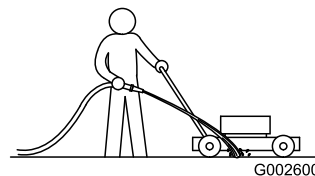

Bild 37
3. Lassen Sie den Motor bei eingekuppeltem Messer laufen und sprühen Sie Wasser vor das **rechte Hinterrad** (Bild 37).